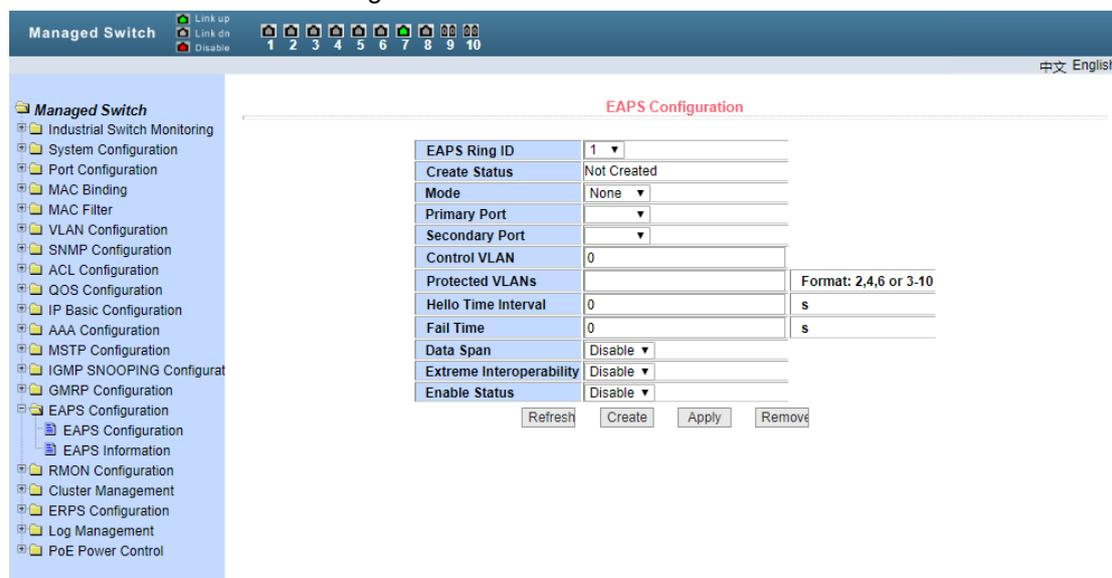

Figure17-1 EAPS
### (1) EAPS Configuration Figure17-1